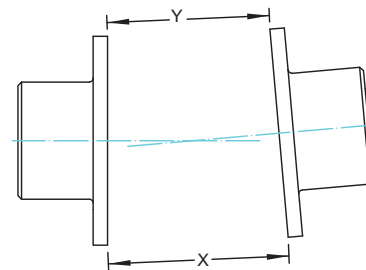

Abbildung 8 - Winkelversatz
8.7. Der Winkelversatzwert ist die maximale Differenz zwischen den Messwerten X und Y. Diese Messwerte werden an den gegenüberliegenden Enden der Aufnahme­flanschen gemessen (siehe Abb. 8).